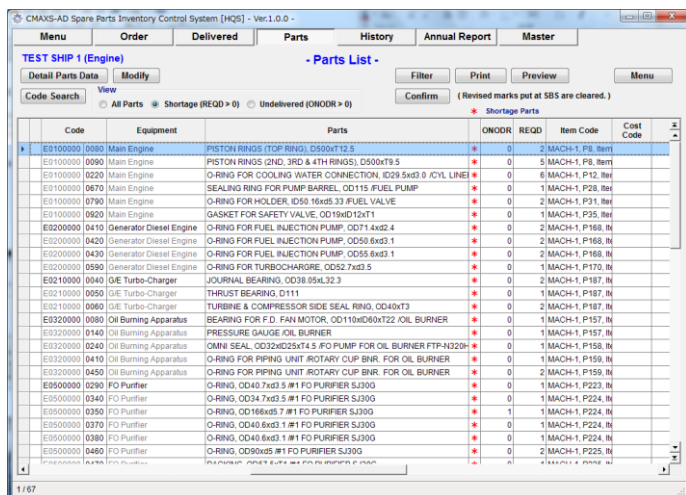

図 12-2 Parts List 画面
- (2) “Parts List 画面 ”(図 12-2) が表示されます。画面中には過去 12 ヶ月の全部品データが表示されます。